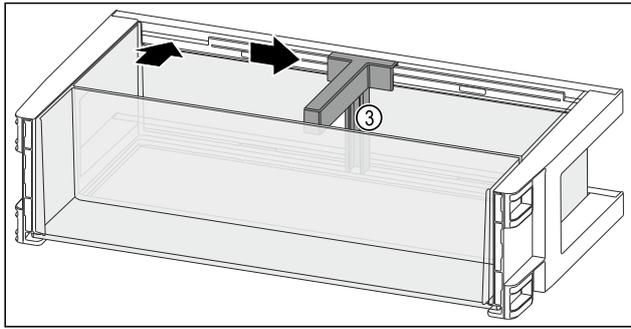

Fig. 119
- ▶ Insérer le porte-bouteilles Fig. 119 (3) dans l'évidement.
- ▶ Pousser le porte-bouteilles Fig. 119 (3) sur le côté en position souhaitée.